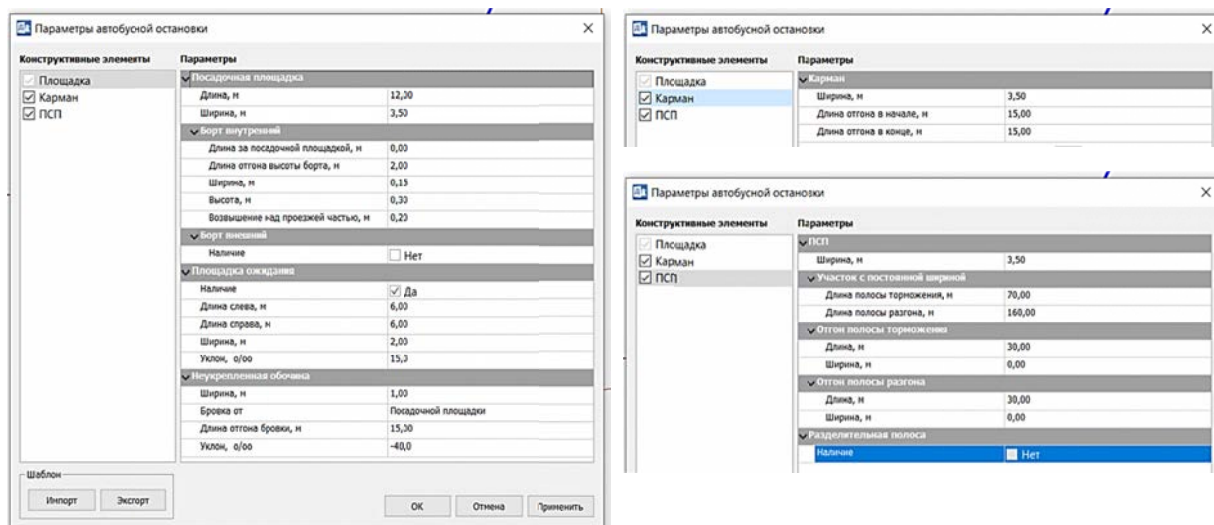

Рис. 5.5. Диалоговое окно «Параметры автобусной остановки»
2. На локальной панели **Параметры** последовательно задаются параметры создания конструктивных элементов автобусной остановки по согласованию с преподавателем через диалог **Параметры автобусной остановки** (рис. 5.5).